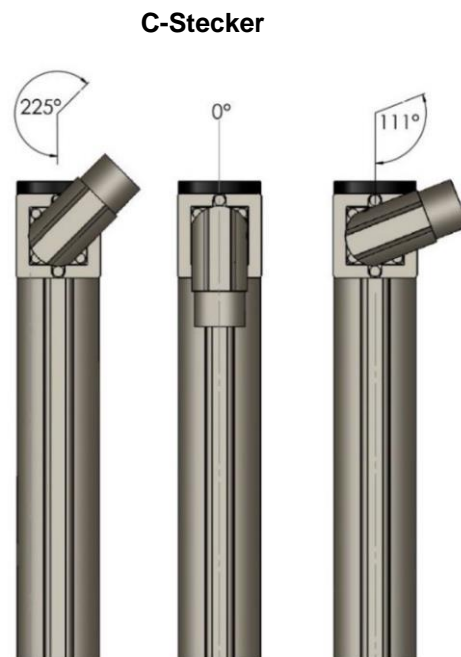

Abb. 14 Einstellung der C-Motorstecker (ES40 Module)
Sind bei den ES40 Modulen C-Motorstecker vorgesehen, können die C-Stecker in beide Richtungen gedreht werden (siehe Abb. 14). In diesem Fall muss die maximale Drehbarkeit der C-Stecker beachtet werden.
- Falls eine Verstellung der Stecker erforderlich wird, stets die maximal erlaubte Drehbarkeit beachten (siehe Abb. 14).